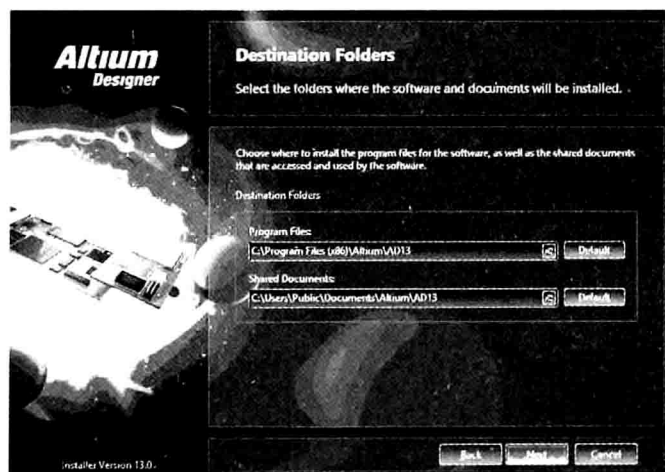

图 1-6 选择安装路径
**步骤 06** 更改安装路径，把安装路径更改到 D 盘里，也可以自己选择安装的路径，单击 Next，如图 1-6 所示。